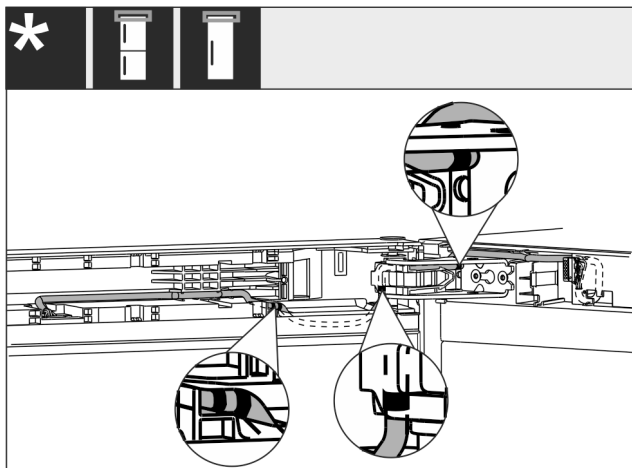

Fig. 52
- ▶ A kábelt az ábrán Fig. 52 () látható módon kell elvezetni.